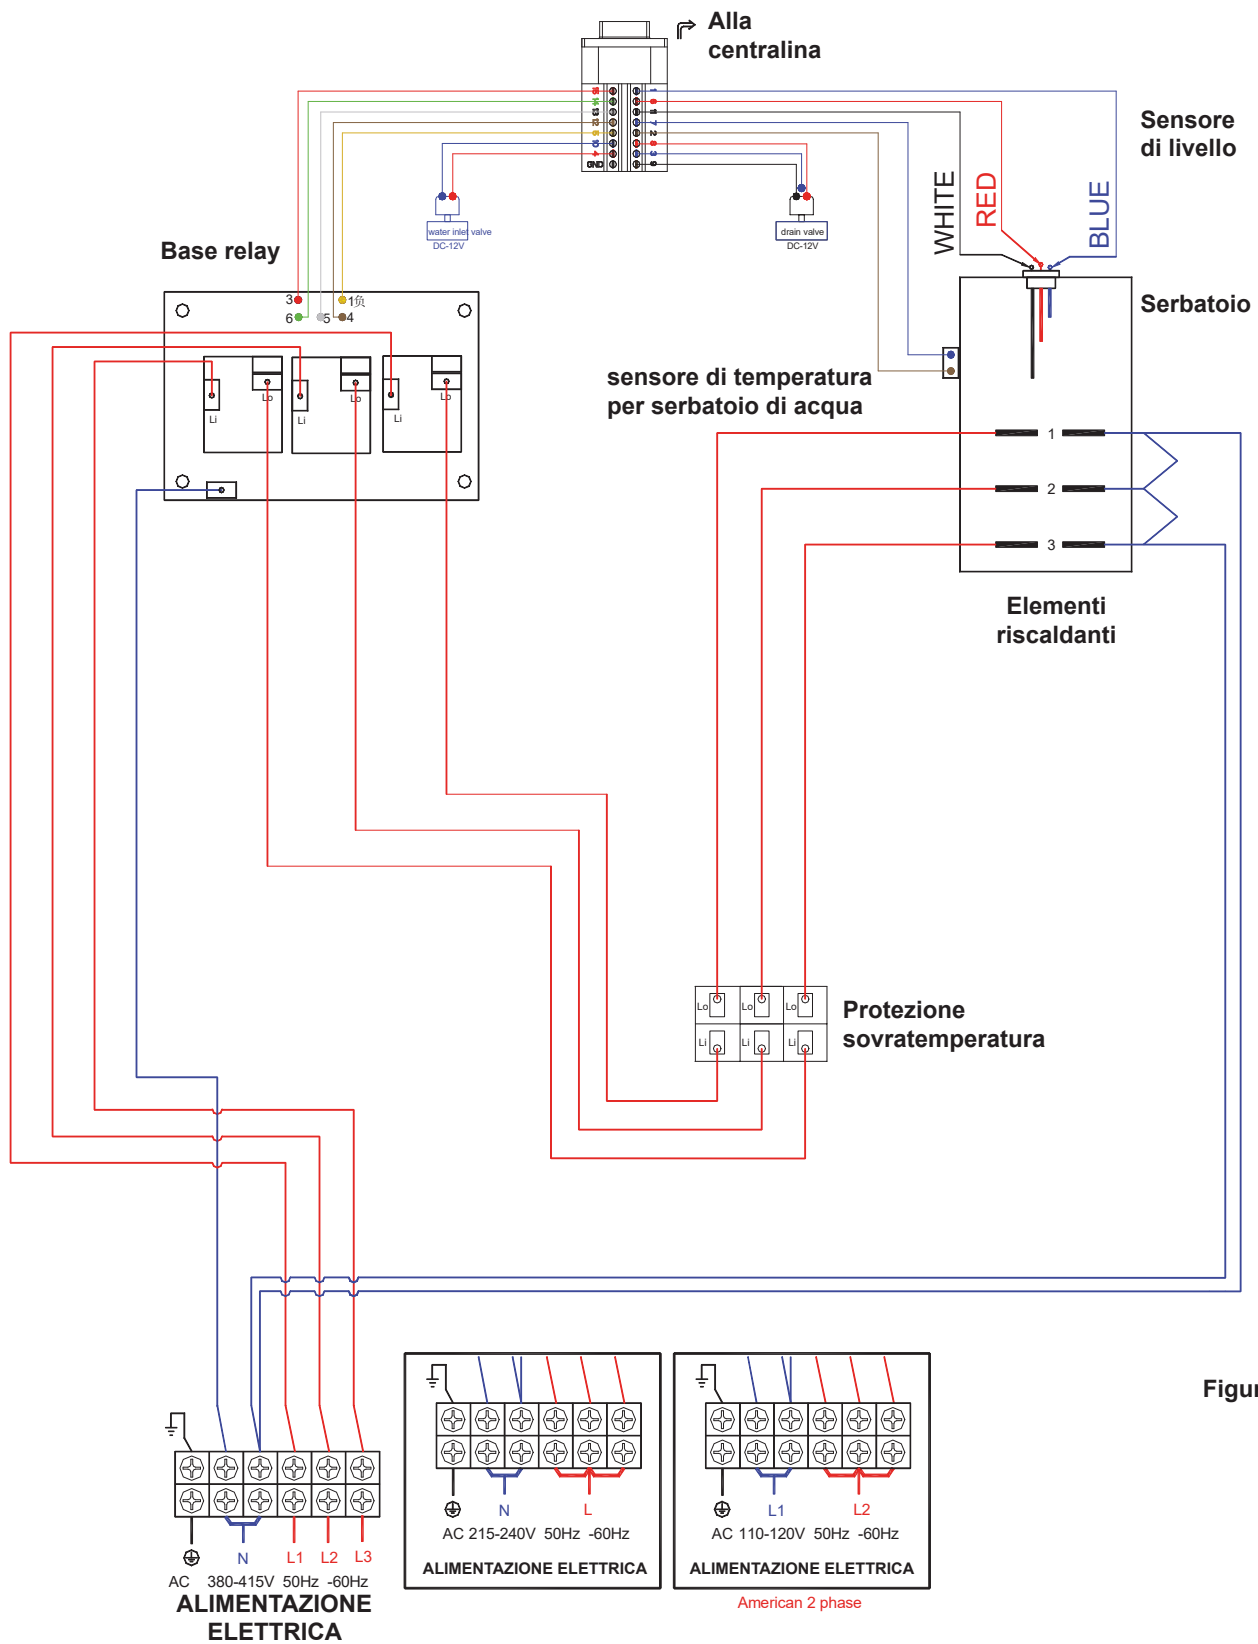

Figura 2
- Un interruttore di massima temperatura 120°C a riarmo manuale è installato nel generatore di vapore come protezione contro il surriscaldamento. Se la temperatura nel serbatoio interno supera accidentalmente i 120°C, l'interruttore disconetterà automaticamente l'alimentazione elettrica, controllare poi gli elementi riscaldanti, relè e la scheda di potenza e la fornitura dell'acqua, dopo che il generatore è completamente raffreddato. L'interruttore di sovratemperatura potrebbe essere resettato manualmente solo se il problema è stato localizzato o risolto. L'interruttore di sovratemperatura è mostrato in figura 2 - 3 - 4.